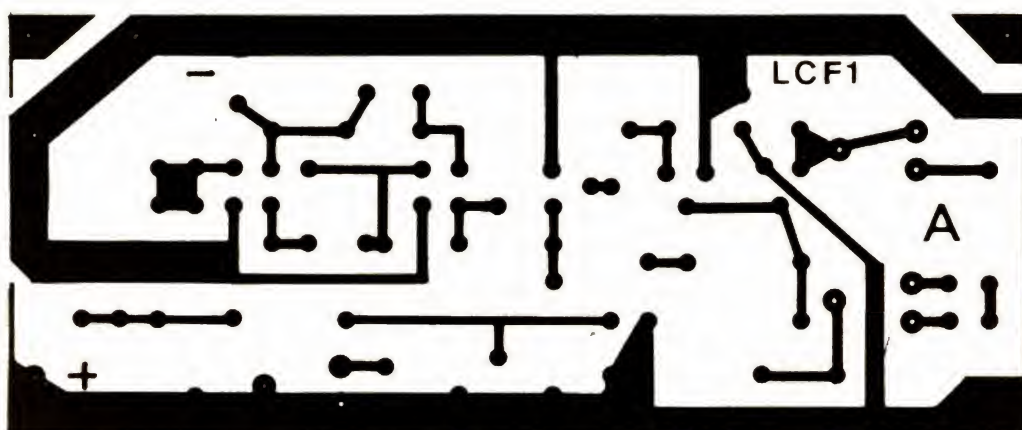

Fig. 6. - Circuit imprimé principal.
a) Le Cl.A (figure 6). Il supporte l'essentiel des composants du montage.